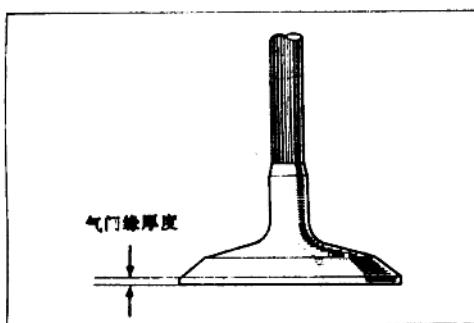

图1-6
6. 检查气门顶部厚度,使用极限进气门为0.8毫米,排气门为0.9毫米,如图1-6所示。